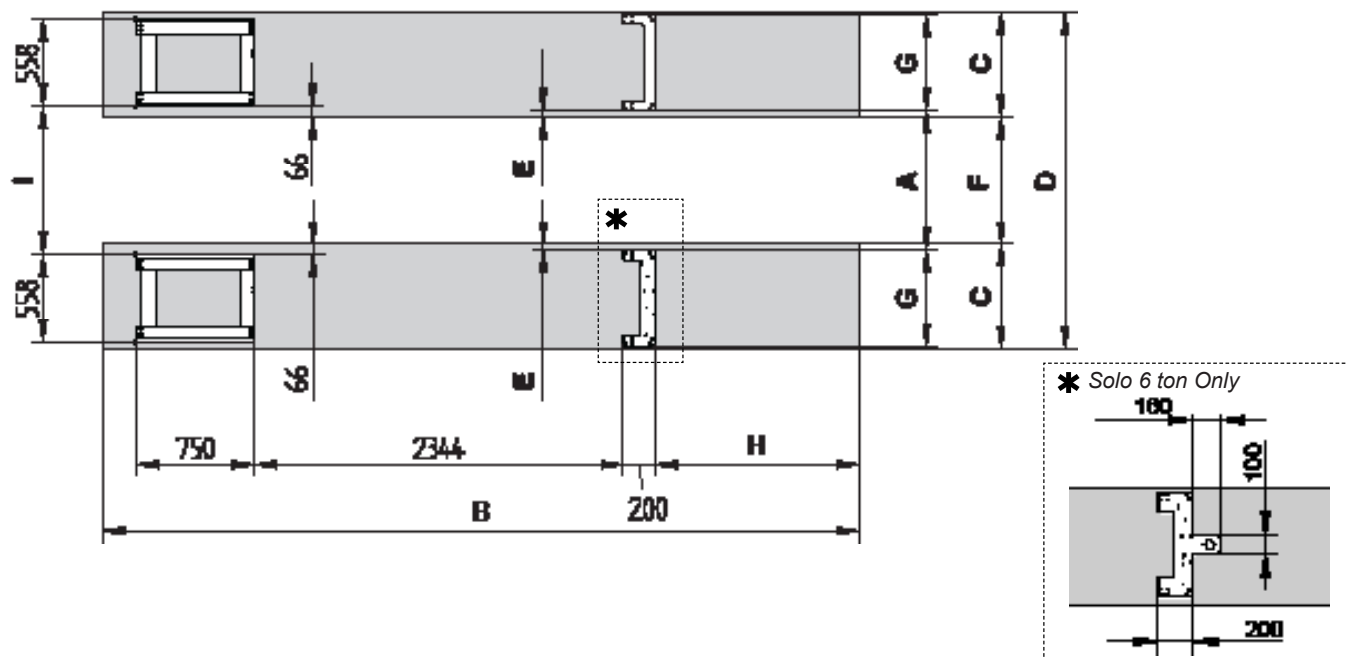

Fig. 1
- Compruebe que las plataformas estén paralelas, a escuadra y con una distancia interna entre los bordes de guía del travesaño igual a la **cota A** (Fig. 1): si no es así, actúe adecuadamente sobre las bases manteniendo su alineación y distancia longitudinal.
- Acerque las plataformas al suelo y vuelva a comprobar la **cota A** (Fig.1).